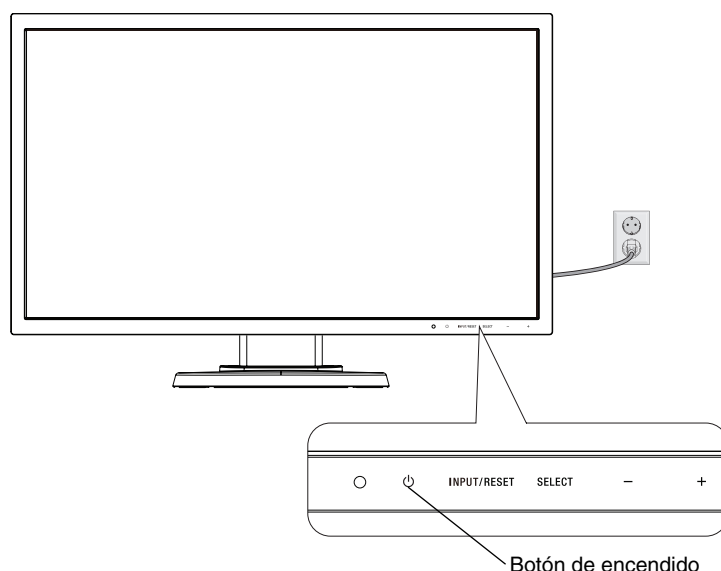

Figura E.1
8. Encienda el ordenador y el monitor tocando la tecla de encendido situada en la parte frontal (**figura E.1**).